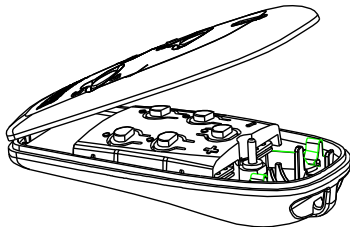
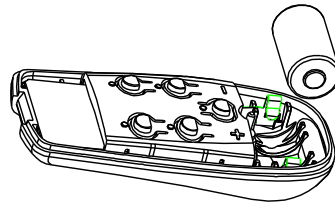

Fig. 1
Fig. 2
1) Aprire il telecomando (fig. 1) svitando la vite inferiore. Inserire la pila rispettando le polarità (fig. 2). Per l'acquisizione e la configurazione del telecomando, fare riferimento al Manuale di Installazione del Sistema WL30.